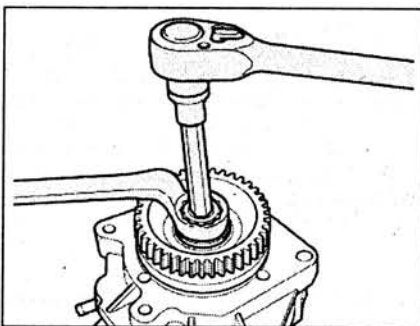

Рис. 3.55. Ослабьте гайку крепления шкива ТНВД примерно на один оборот.
2. Ослабьте гайку крепления шкива ТНВД примерно на один оборот (рис. 3.55).